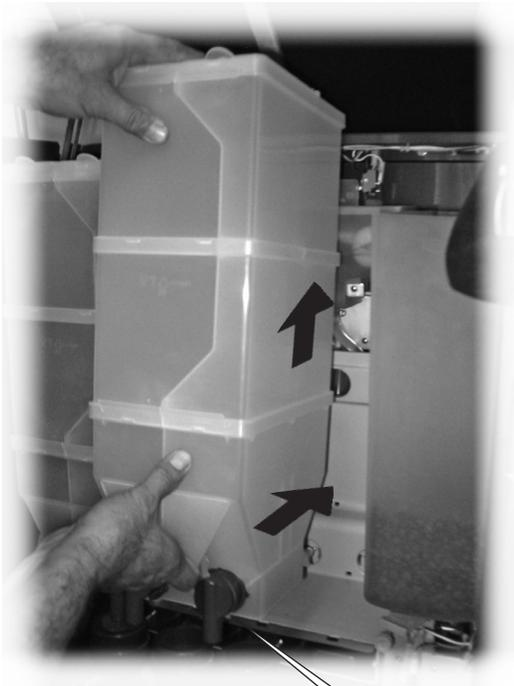

Abb. 79
- den Behälter (Abb. 79) herausnehmen, indem er ins Innere des Automaten gedrückt wird, um die Sperre **A** auszuhängen. Dann wird er nach oben angehoben.